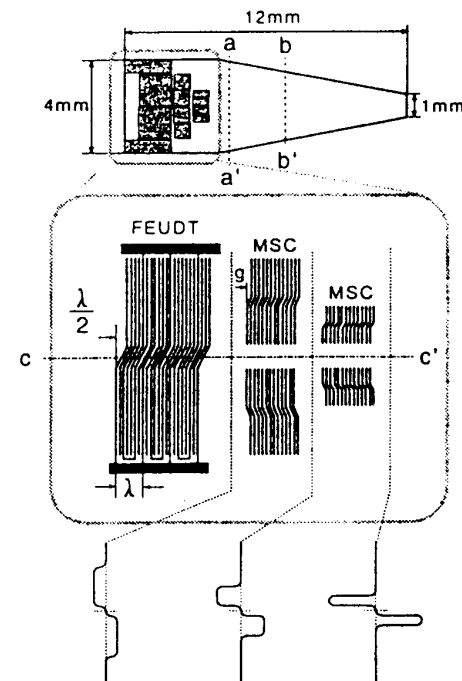

図4 試作した音圧分布に谷のある進行波
2. 図4のようなピンセットの動きを模した波動ビームを放射する漏洩波トランスジューサの開発を目的とし、微量液体中にビーム幅が狭く、音圧分布に谷のある進行波ビームを高いパワー密度で発生可能なマルチストリップカプラを用いた漏洩波トランスジューサを新たに開発した。そして、 $\text{LiNbO}_3$ 圧電板上に、動作中心周波数 $97.5\text{MHz}$ の漏洩波トランスジューサを試作し、 $11.1\text{dB}$ の最小変換損失を得た。